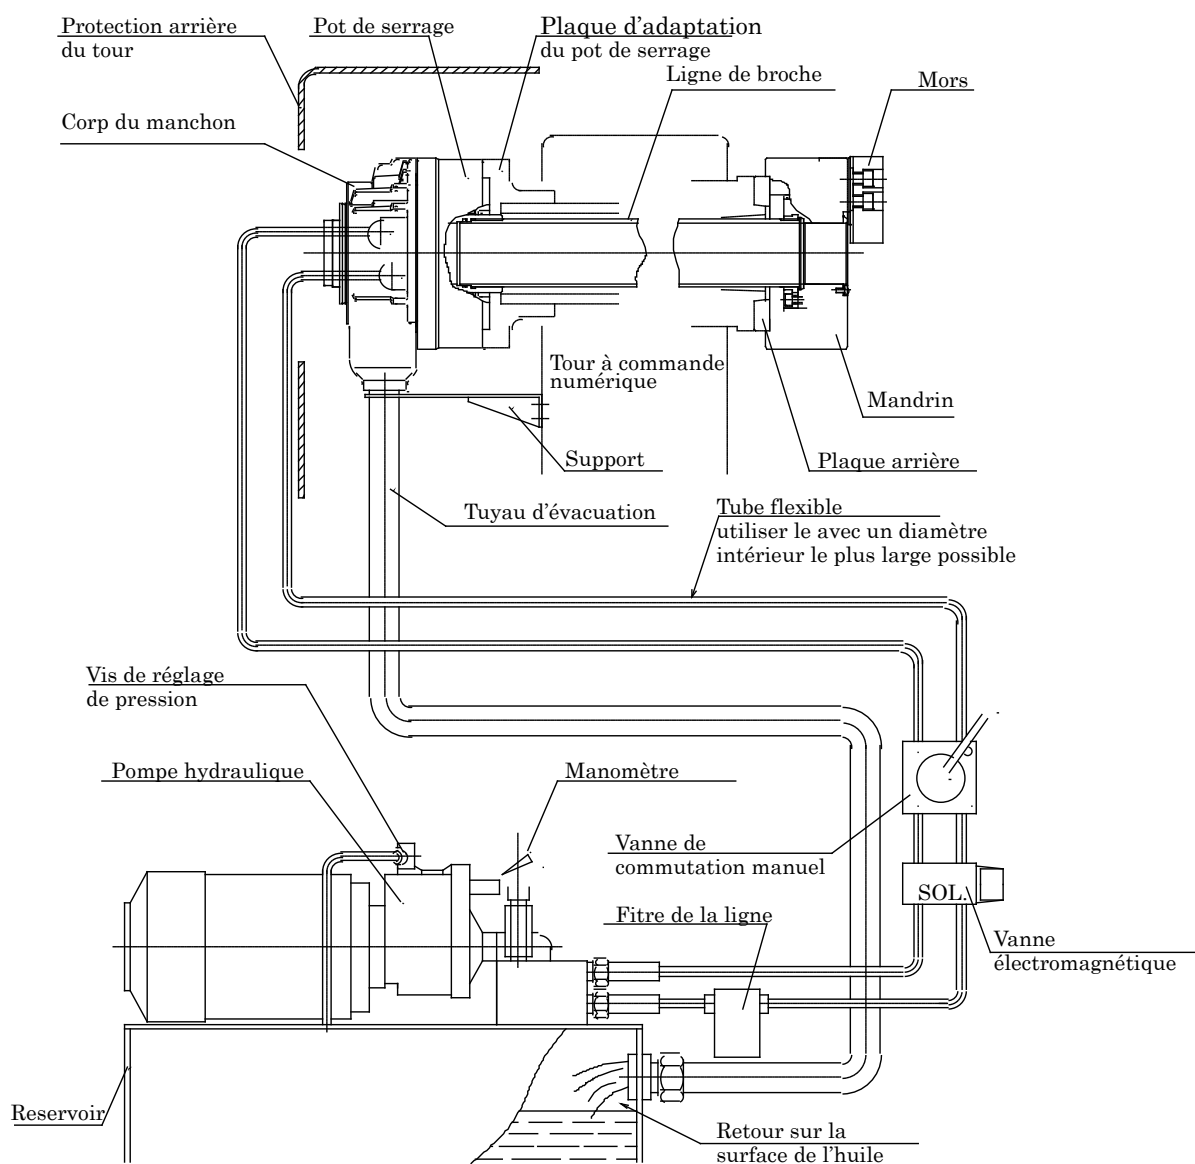

Figure 13
- L'extrémité physique du flexible se trouve au-dessus du niveau d'huile. (Voir figure 13)